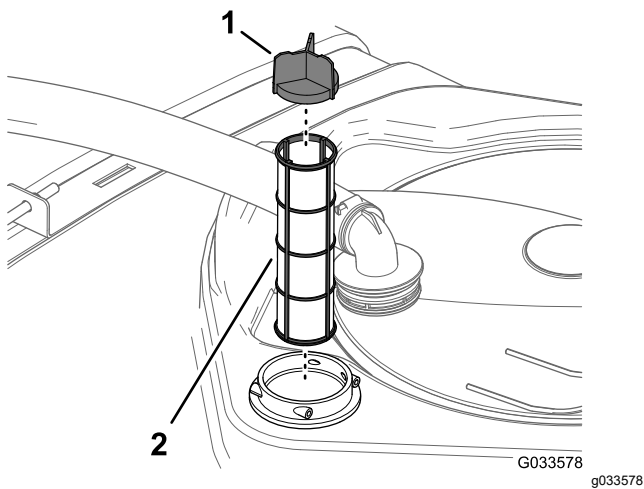

Figure 59
4. Sortez l'ancien filtre d'aspiration de son logement dans le réservoir (Figure 59).